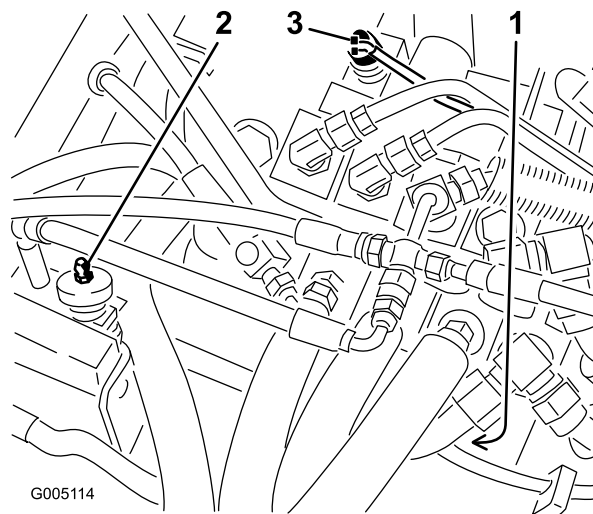

Figura 39
2. Retire a cobertura da extremidade do botão do interruptor do banco (Figura 39) e guarde-a para instalação no interruptor de substituição. Desligue as fichas dos interruptores.
2. Desligue as fichas dos interruptores do interruptor de tracção instaladas no acoplamento das válvulas na secção das válvulas selectoras (Figura 39).
2. Desligue as fichas dos interruptores da extremidade do interruptor de corte/elevação instalado no acoplamento das válvulas (Figura 39).